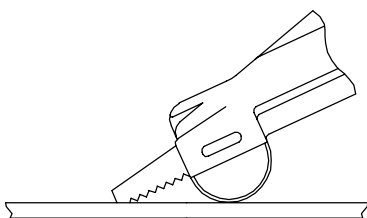

Figure 2
2. Soulever la poignée de la scie et amener la pointe de la lame en contact avec le matériau. Voir Figure 2.